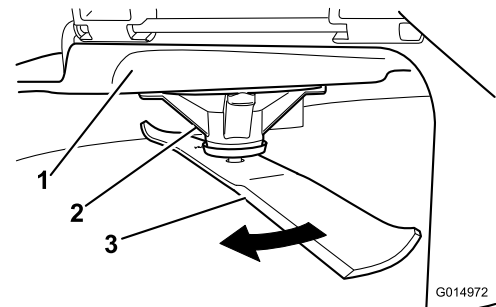

Figura 59
2. Llevando guantes fuertemente acolchados u otro tipo de protección apropiada para las manos, gire lentamente la cuchilla hasta una posición que permita medir la distancia entre el filo de corte y la superficie nivelada en la que descansa la máquina (Figura 59).